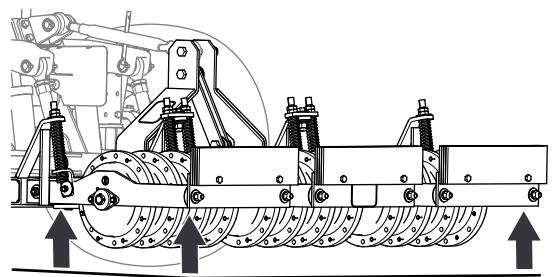

Figura 19
7. Ajuste los brazos del enganche de 3 puntos para nivelar el aireador de izquierda a derecha y de delante/detrás (Figura 19); consulte el manual del operador de la unidad de tracción.